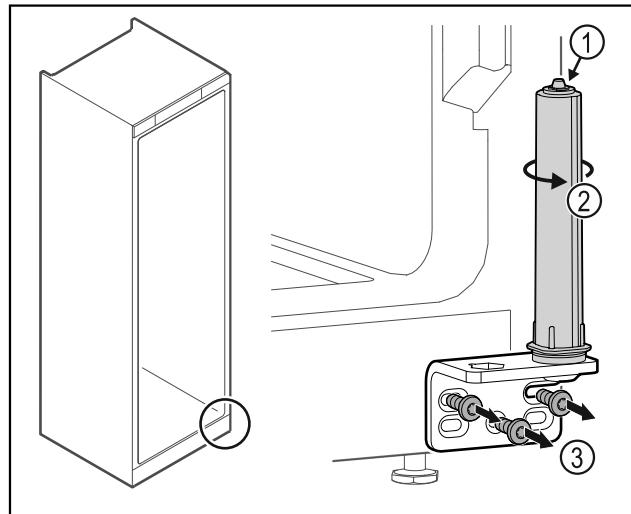

Fig. 39
- ▶ Не розбирати систему закриття дверей Fig. 39 (1).
- ▶ Повернти систему закриття Fig. 39 (2) до клацання.
- ▶ Відкрутити шарнірний кутик Fig. 39 (3).